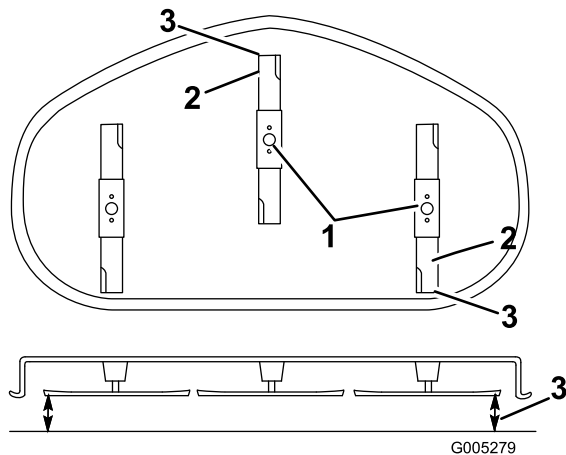

Bild 43
5. Stellen Sie die Schnitthöhe auf die Stellung **D** (76 mm) und drehen Sie die Messer vorsichtig, sodass sie nach vorne und hinten zeigen (Bild 43).
- Messen Sie zwischen der Messerspitze vorne und hinten und der ebenen Fläche (Bild 43). Stellen Sie, wenn die vordere Schnittmesserspitze nicht um 1,6–7,9 mm tiefer liegt als die hintere, die vordere Sicherungsmutter ein.
- Prüfen Sie noch einmal die Neigung in Längsrichtung. Stellen Sie die Mutter ein, bis die vordere Schnittmesserspitze um 1,6–7,9 mm tiefer liegt als die hintere Spitze (Bild 43).